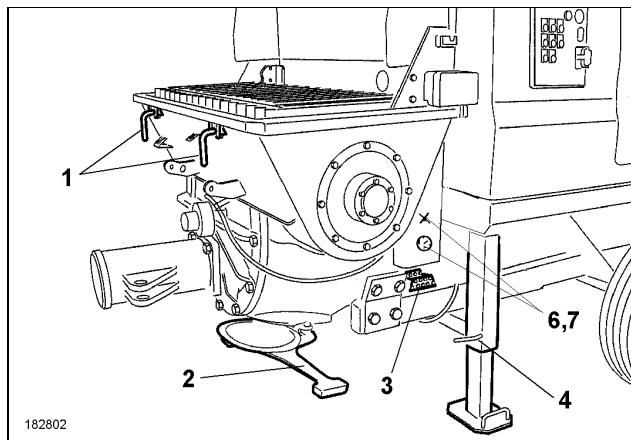

Fig. 2
- Ajuste el caudal máx. (número de emboladas) de la bomba de hormigón, y abra la válvula de cierre 7 (Fig. 2).